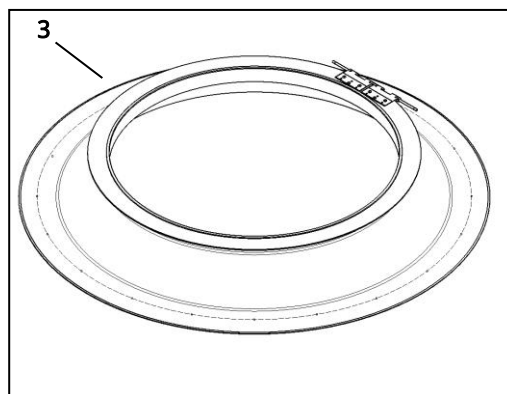

Bild 2: Befestigung Aufsetzkranz
Aufsetzkranz (3) nach den Anforderungen der DIN EN 1991 auf der Unterkonstruktion befestigen. Die einzelnen Befestigungspunkte im Abstand von ca. 25 cm setzen (**Bild 2**). Dieses Befestigungsschema ist für den Dachmittbereich ausreichend, in Bereichen mit höheren Soglasten können zusätzliche Maßnahmen erforderlich sein.